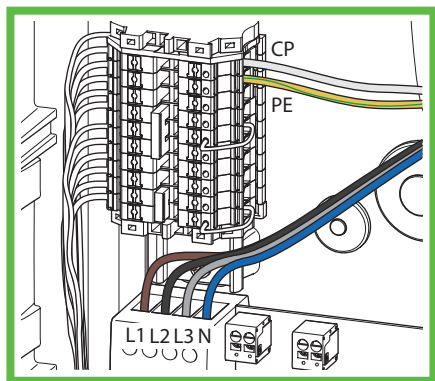

Bild 20: Anslutning av laddkabeln
- ▶ Anslut laddkabeln (bild 20).